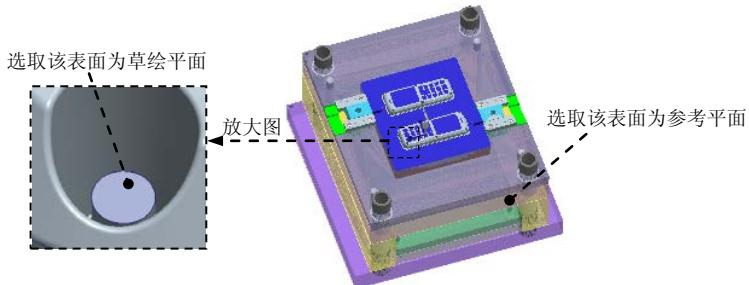
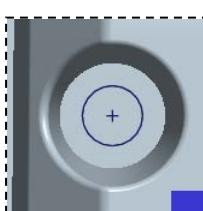
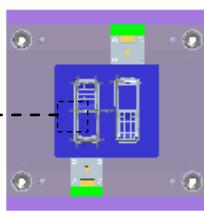

图 31.77 定义草绘平面
图 31.78 草绘参考
图 31.79 定义草图参考
Step1. 创建顶杆参考点。单击 **模型** 功能选项卡 **基准** ▾ 区域中的“草绘”按钮 ，系统弹出“草绘”对话框；选择图 31.77 所示的表面为草绘平面，选择图 31.77 所示的工件侧面为参考平面，方向为 **右**；选取图 31.78 所示的 12 个圆为草绘参考，草图为与圆心重合的 12 个点。完成截面的绘制后，单击“草绘”操控板中的“确定”按钮 。
Step2. 创建顶杆修剪面。在屏幕右下角的“智能选择栏”中选择“几何”选项。按住 **Ctrl** 键，选取图 31.77 所示的表面（12 个圆柱的端面），单击 **模型** 功能选项卡 **操作** ▾ 区域中的“复制”按钮 。单击“粘贴”按钮 。在“曲面：复制”操控板中单击  按钮；单击 **EMX 装配** 功能选项卡 **准备** ▾ 控制区域下拉列表中的  识别修剪面按钮，系统弹出“修剪面”对话框，单击对话框中的 ，系统弹出“选择”对话框，选取步骤（1）复制的曲面为顶杆修剪面，在“选择”对话框中单击 **确定** 按钮，然后单击 **确定** 按钮。
Step3. 定义顶杆。单击 **EMX 元件** 功能选项卡 **顶杆** ▾ 控制区域中的“顶杆”按钮 ，系统弹出“顶杆”对话框；在“顶杆”对话框  meusburger ▾ 的下拉列表中选择 **hasco** 选项，定义顶杆直径为 2.0，定义顶杆长度为 125.0，在对话框中选中 按面组/参照模型修剪 复选框，单击 **(1) 点** 下面区域的 **选取项目** 选项使其激活，系统弹出“选择”对话框，选取 Step2 创建的任意一点，单击 **确定** 按钮，关闭对话框。
Step4. 创建潜伏式浇口。单击 **模型** 功能选项卡 **切口和曲面** ▾ 区域中的  旋转 按钮，此时系统弹出“旋转”操控板；选取 **MOLD_RIGHT** 基准平面为草绘平面，然后选取图 31.79 所示